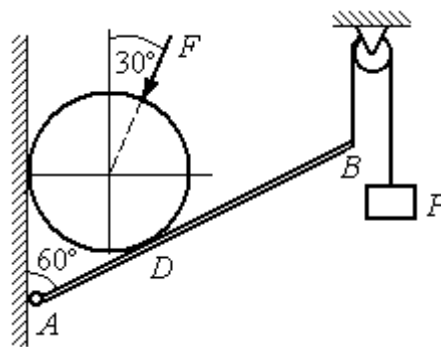

Рис. 1.30. Равновесие составной конструкции
**Задача 10.** Диск весом  $Q = 100 \text{ кН}$  опирается на вертикальную стенку и на наклонную балку  $AB$ . На диск действует сила  $\vec{F}$ , равная по величине  $50 \text{ кН}$  (рис. 1.30). Линия действия силы  $\vec{F}$  проходит через центр диска под углом  $30^\circ$  к его вертикальному диаметру.